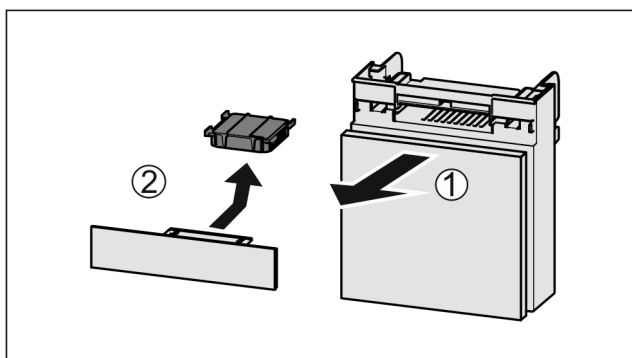

Fig. 226
- Tërhiqni kutinë nga përpara Fig. 226 (1).
- Hiqni filtrin me karbon aktiv Fig. 226 (2).